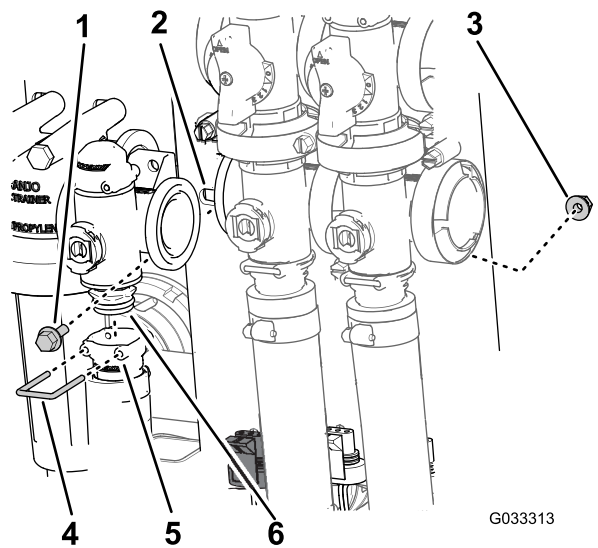

Figura 63
2. Retire la horquilla de retención que sujeta el conector de salida al distribuidor de la válvula de control de caudal (Figura 63).
3. Retire los 2 pernos con bridas y las 2 tuercas con bridas que sujetan la válvula de control de caudal al soporte de la válvula y retire el distribuidor de la válvula de la máquina (Figura 63).